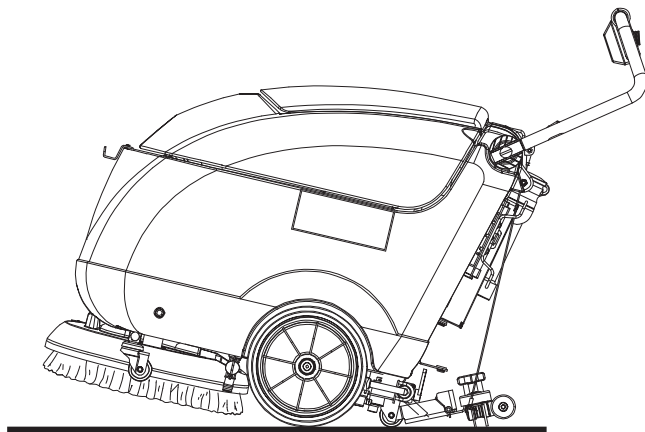

Abbildung 4
1. Schalter Bürste/Padhalter (65) und Schalter Ansauganlage (66) auf 0 stellen.
2. Sauglippe mit dem Hebel (19) anheben.
3. Schubbügel (2) festhalten und leicht nach unten drücken, bis das Hinterrad (7) den Boden (Abb. 4) berührt. Gerät in dieser Stellung halten und an den gewünschten Ort (für den Transport/zum Parken) schieben.
4. Damit die Bürste/das Pad nach der Reinigung nicht auf dem Boden schleifen und feuchte Spuren hinterlassen, sollte die Bürste/das Pad mithilfe der Lösevorrichtung aus dem Kopf entfernt (siehe Abschnitt „Nach der Gerätebenutzung“) und an den Haken (43) gehängt werden.